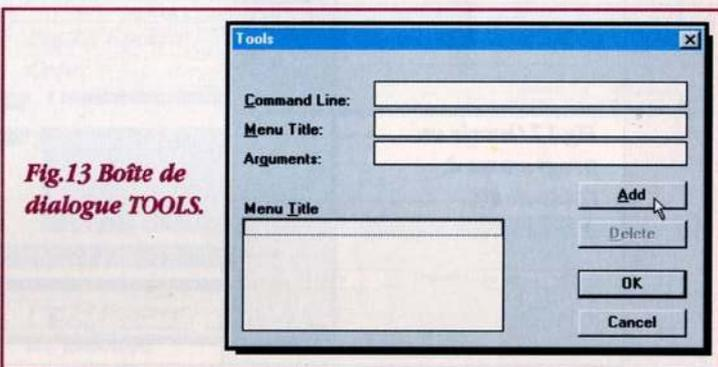

Fig.13 Boîte de dialogue TOOLS.
- Cliquer sur la ligne **Tools**. La boîte de dialogue représentée en fig.13 s'affiche.